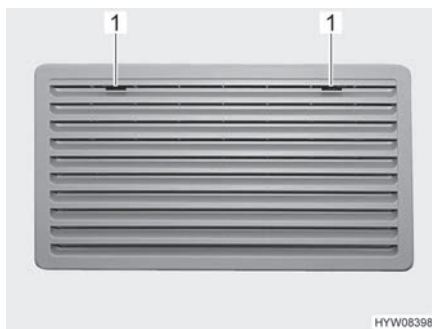
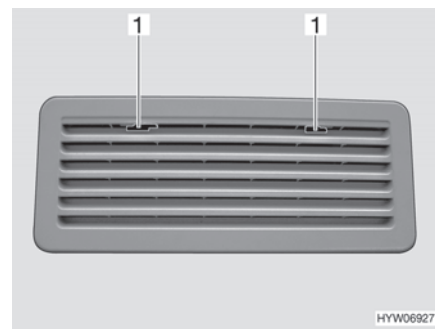

Bild 183 Kylskåpets ventilationsgaller (Thetford stort)
Bild 184 Kylskåpets ventilationsgaller (Thetford litet)
- Skjut spärren (Bild 183,1 eller Bild 184,1) till mitten.